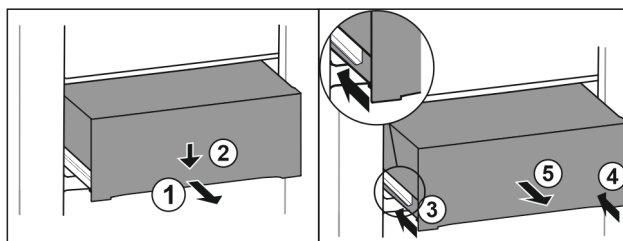

Fig. 196
- ▶ Вытяните выдвижной ящик наполовину. Fig. 196 (1)
- ▶ Вдавите выдвижной ящик в передней части вниз. Fig. 196 (2)
- ▶ Задвиньте левую направляющую прим. на 2 см. Fig. 196 (3)
- ▶ Задвиньте правую направляющую прим. на 2 см. Fig. 196 (4)
- ▶ Извлеките выдвижной ящик движением вперед. Fig. 196 (5)